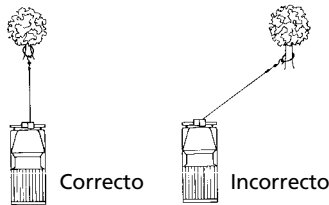

Figura 7
13. EVITE TIRAR CONTINUAMENTE DESDE ÁNGULOS EXTREMOS, ya que esto causará que el cable de alambre se apile en un extremo del tambor (Figura 7). Esto puede atorar el cable de alambre en el cabrestante, dañando tanto el cable de alambre como el cabrestante.